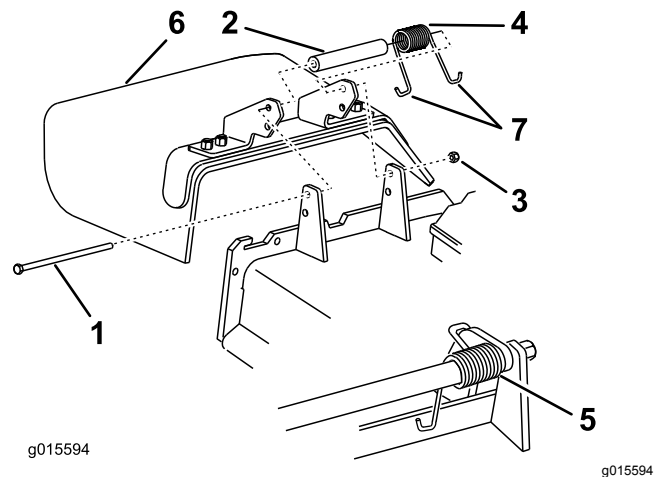

Figure 108
Remarque: Prenez soin de placer l'extrémité en J du ressort derrière le bord du plateau avant de mettre le boulon en place, comme montré à la Figure 108.
6. Accrochez l'extrémité en J du ressort au déflecteur d'herbe (Figure 108).
1. Retirez le contre-écrou, le boulon, le ressort et l'entretoise qui fixent le déflecteur aux supports de pivot (Figure 108).
2. Déposez le déflecteur d'herbe s'il est endommagé ou usé (Figure 108).